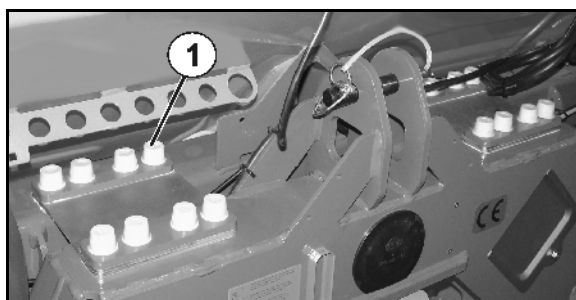

Fig. 54
- 2 x 8 skruer til bladfjærene (Fig. 54/1)